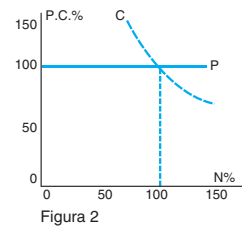

Figura 2
- potenza costante (figura 2),